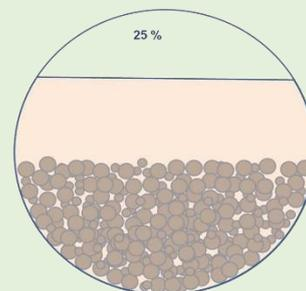

Figura 3. Criterio de carga máxima.
- b) **Criterio de carga máxima.** El volumen de barbotina máximo ( $V_{max}$ ) debe ser tal que deje un 25 % del volumen útil libre (figura 3). Si dejamos menos volumen, es decir si llenamos más el molino, es necesario un mayor tiempo de molienda por lo que al final el molino produce menos aunque en cada molienda hayamos aumentado la carga. Esto significa que el volumen útil del molino se reparte entre el volumen que queda libre, que es un 25 % del volumen útil, el volumen ocupado por las bolas y el volumen de barbotina y, por tanto, la cantidad máxima de barbotina que podemos obtener en una molienda es aproximadamente un 40 % del volumen útil.